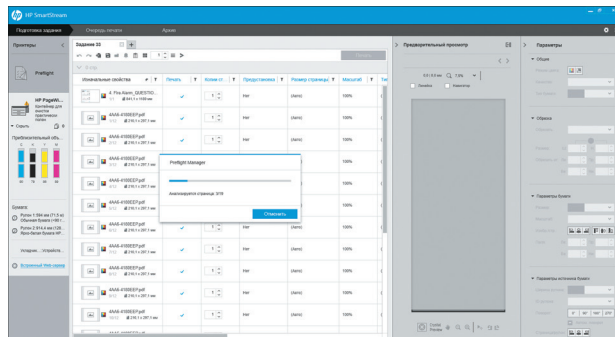

Рис. 4
3. SmartStream анализирует файлы на предмет возможных ошибок (рис. 4).